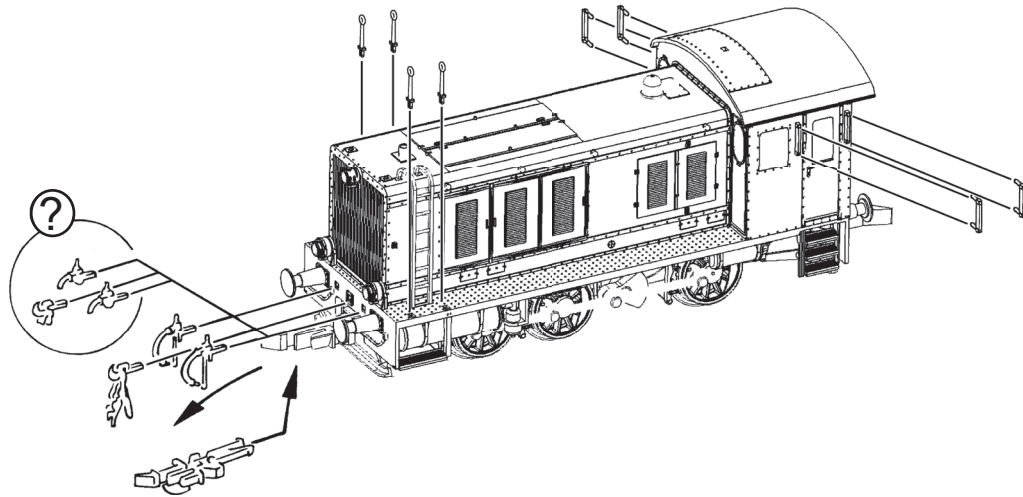

Fig. 3
1. Reinigung der Radstromkontakte: Radstromkontakte können auf unsauberen Schienen leicht verschmutzen. Entfernen Sie **vorsichtig** mit einem kleinen Pinsel **den Schmutz** an den in Fig. 3 gekennzeichneten Stellen.
1. Cleaning of wheel contacts: Wheel contacts easily get dirty on tracks which are not entirely clean. Use a small brush to **remove dirt** from spots marked in Fig. 3.
1. Nettoyage des lames de courant aux roues: Les lames de contacts risquent de s'encrasser rapidement sur des voies poussiéreuses. Veuillez **enlever la poussière** aux endroits marqués à la Fig. 3 à l'aide d'un petit pinceau souple.